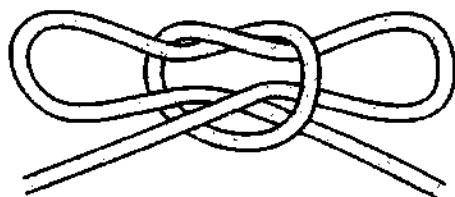

Рис. 433. Пьяный узел.
**Пьяный узел** – это *простой узел* с двумя петлями, в котором оба конца являются ходовыми (рис. 433). Узел легко запоминается и очень быстро вяжется. Петли легко регулируются и быстро затягиваются. Раньше с помощью этого узла связывали руки людей и ноги животных. **Пьяный узел** можно завязать на конце и на середине троса несколькими способами (рис. 434-436).